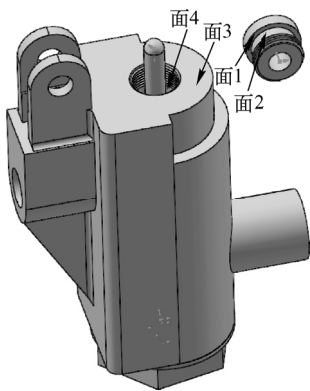
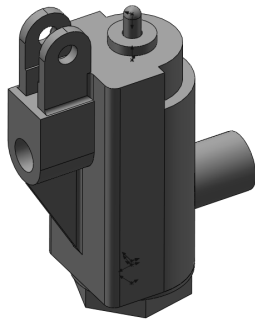

图 12-117 插入锁紧螺母
图 12-118 配合后的图形 1
① 插入锁紧螺母。单击“装配体”控制面板中的“插入零部件”按钮，在弹出的“打开”对话框中选择“锁紧螺母”，将其插入到装配界面中，如图 12-117 所示。
② 添加装配关系。单击“装配体”控制面板中的“配合”按钮，选择图 12-117 中的面 2 和面 4，在“配合”属性管理器中单击“同轴心”按钮，添加“同心”关系；选择图 12-117 中的面 1 和面 3，在“配合”属性管理器中单击“重合”按钮，添加“重合”关系；选择锁紧螺母的右视基准面和阀体的右视基准面，在“配合”属性管理器中单击“角度”按钮，输入角度为 41 度，勾选“反转”复选框，添加“角度”关系；单击“确定”按钮，结果如图 12-118 所示。